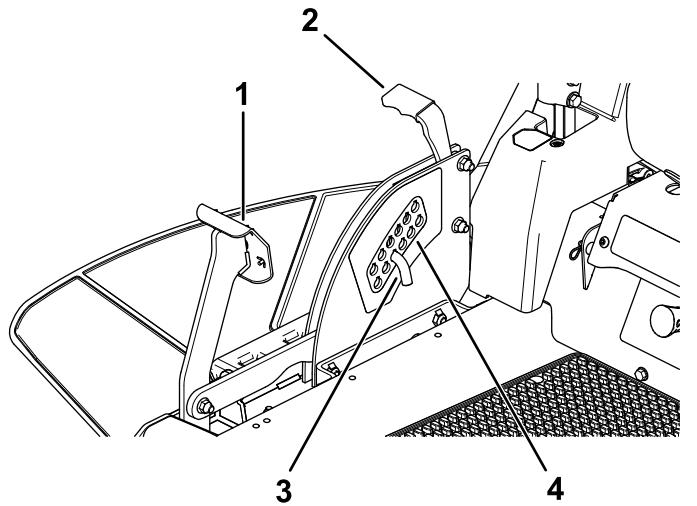

Bild 38
1. Treten Sie mit dem Fuß auf das Mähwerkhubpedal und heben Sie das Mähwerk in die arrierte Transportstellung an (d. h. die Schnitthöhe von 114 mm), wie in Bild 38 abgebildet .
2. Entfernen Sie den Splint zum Einstellen der Schnitthöhe aus der Schnitthöhenhalterung (Bild 38).
3. Wählen Sie ein Loch in der Schnitthöhenhalterung, das der gewünschten Schnitthöhe entspricht, und stecken Sie den Stift wieder ein (Bild 38).